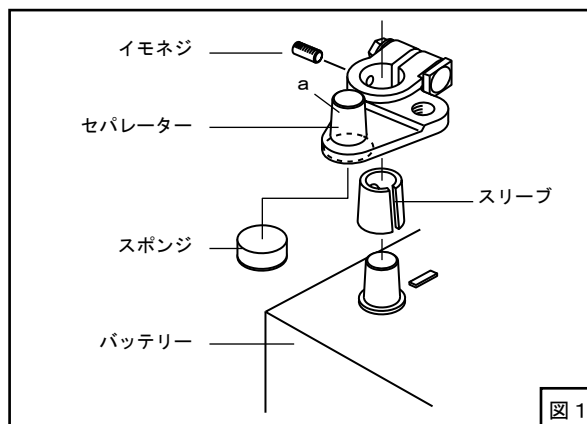

図 1
- (1) バッテリーのマイナス端子（－）からケーブルターミナルを取外してください。
- (2) バッテリーのマイナス端子（－）にセパレーターをスリーブ・イモネジを使用して取付けてください。（図1）
- スリーブはバッテリーのマイナス端子径が太い場合は、セパレーターのa部に取付けてください。（図1）